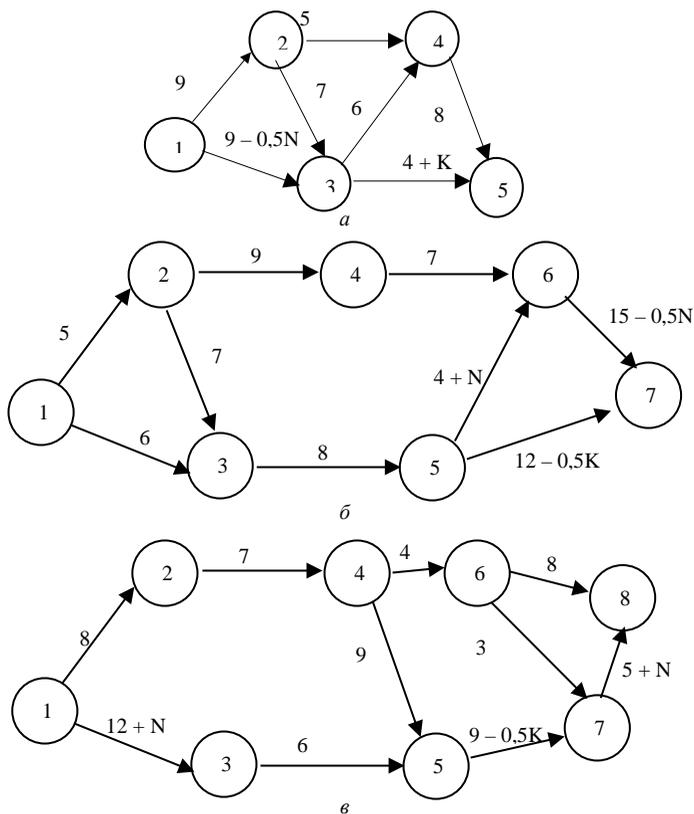

Рис. 3.10. Сеть дорог
**Задача 3.9.** Фермер планирует доставлять часть сельскохозяйственной продукции фермерского хозяйства на переработку. Требуется проложить кратчайший маршрут от фермерского хозяйства до перерабатывающего цеха ассоциации фермерских хозяйств, используя существующую сеть дорог (рис. 3.10, а–в).